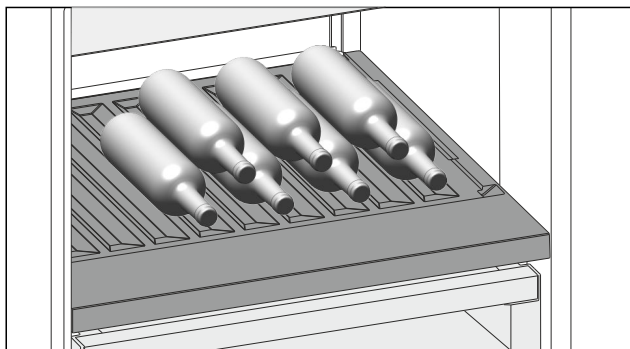

Fig. 117
- Introduzca las botellas con la base orientada hacia la pared posterior. (consulte Fig. 117)